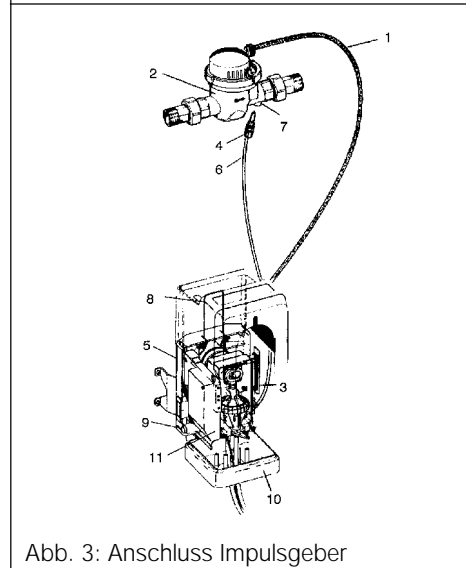

Abb. 3: Anschluss Impulsgeber
Die überschüssige Kabellänge kann in das Gehäuse gezogen und auf den Kabelspeicher (3) aufgerollt werden. Dazu öffnet man die Haube (8) mittels den beiden seitlichen Tasten 9, (siehe Abb. 3).
- Deckel vom Pumpenkörper entfernen (Abb. 3).